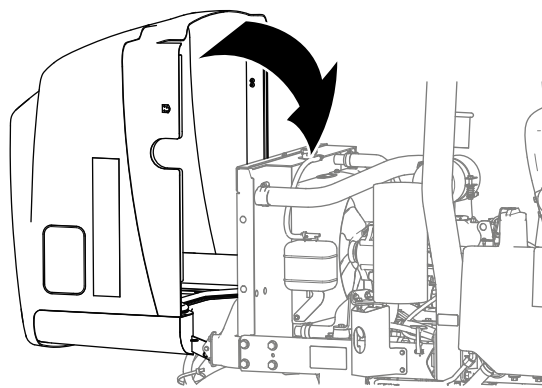

Рисунок 25
1. Поверните капот вперед и осторожно опустите его на машину (Рисунок 25).